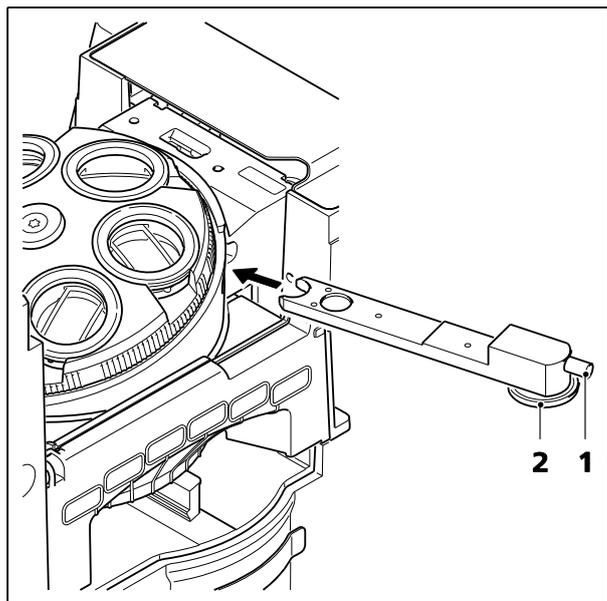

Fig. 159 Curseur TIC 6x20
- Insérer le curseur TIC 6x20 (voir Fig. 159) dans l'emplacement situé sous la tourelle porte-objectifs. Dans le champ de vision, des franges d'interférence colorées apparaissent.
- Pour sélectionner la structure à mesurer, tourner la molette de sélection (Fig. 159/2) du curseur TIC ou de la tourelle du modulateur jusqu'à ce que le motif de frange d'interférence soit vertical dans le sens de fractionnement de l'échantillon. Utiliser la vis réglage (Fig. 159/1) du curseur TIC pour déplacer les franges d'interférence.